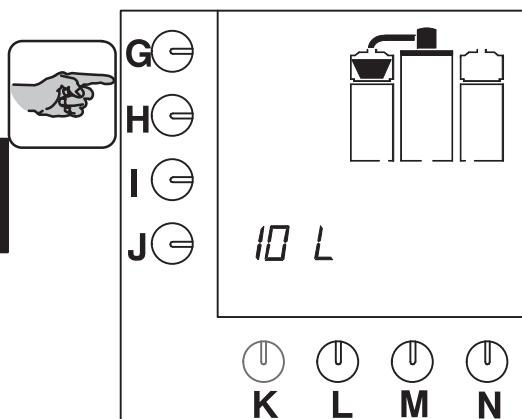

Fig. 9 Droptid
- Så snart kaffebehållaren har fyllts, blinkar filterkorgen på displayen för droptiden (fig. 9).
- Indikatorlampan tänds. Standardmöjligheterna visas på displayen (fig. 9).